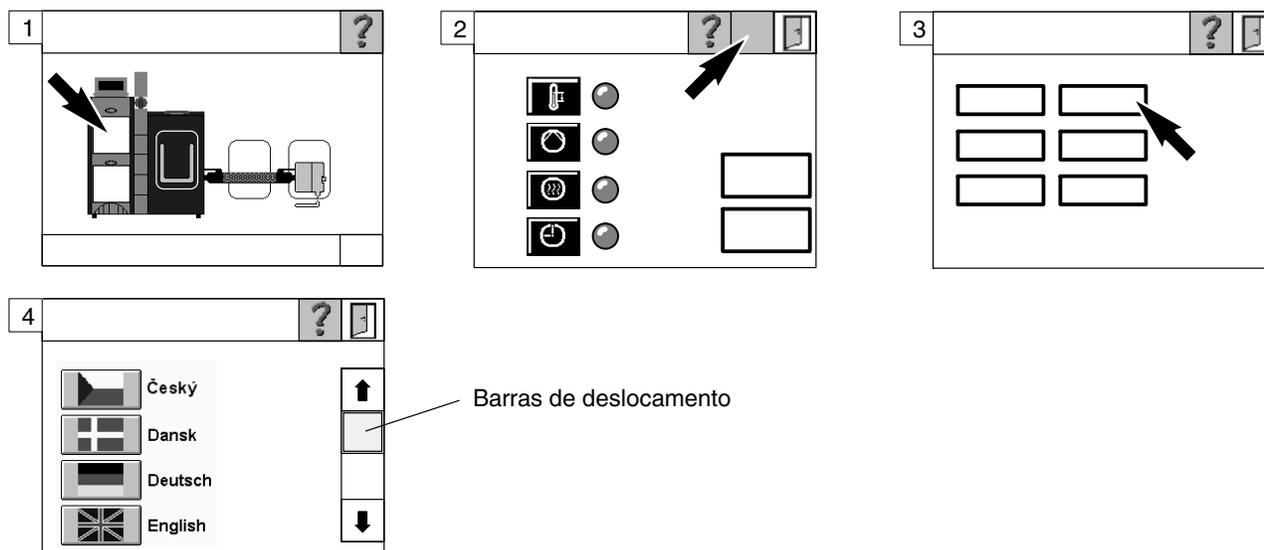

Fig. 4-7 Seleccione o idioma
8. Autorizar o(s) motor(es) (fig. 4-7).
9. Ligar o(s) motor(es) (fig. 4-7).